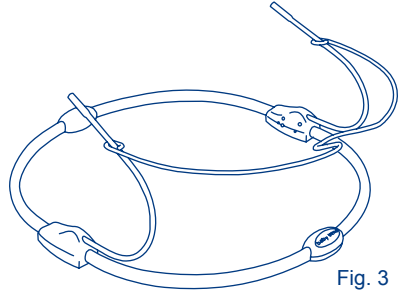

Fig. 3
- 3) • Attach the footrest wire to the lower seat frame by inserting the ends of the upright tubes into the corresponding loops on the footrest wire. (Fig. 3)
- Sujete el alambre del apoyapiés al armazón inferior del asiento introduciendo los extremos de los tubos verticales en las arandelas correspondientes del alambre del apoyapiés. (Fig. 3)
- Fixez le cadre métallique du repose-pieds au cadre de siège inférieur en insérant les extrémités des tubes tournés vers le haut dans les boucles correspondantes du cadre métallique du repose-pieds. (Fig. 3)